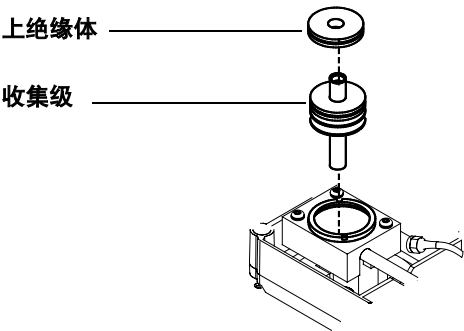

图 91 安装收集极和绝缘体
- 11 把收集极安装回原处并安装上面的聚四氟乙烯绝缘体（图 91）。